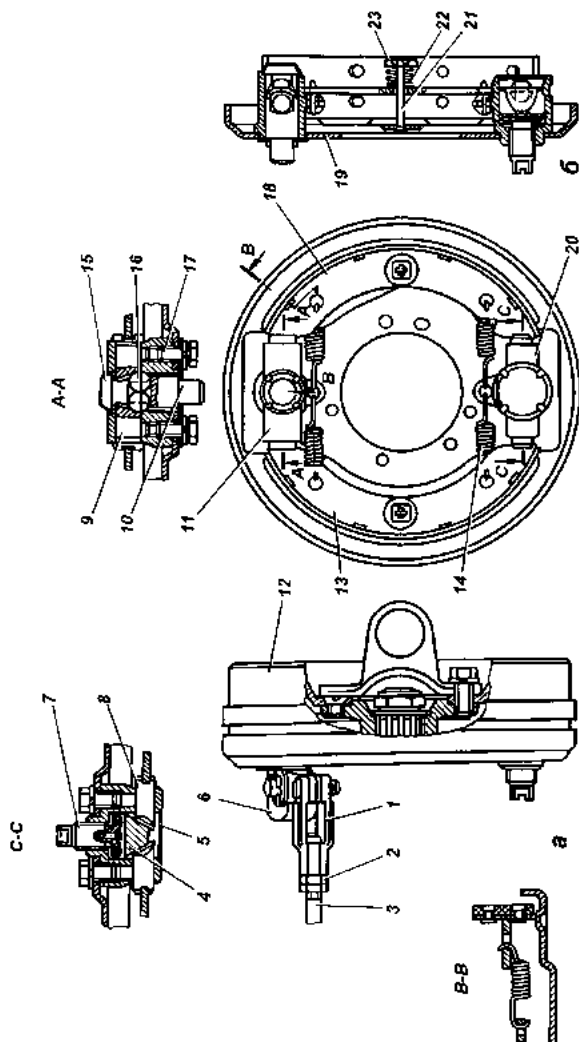

Рис. 9.33. Стояночный тормоз:
**Обслуживание стояночной тормозной системы** состоит в периодической проверке состояния тормоза (рис. 9.33) и его привода, регулировки хода рычага, надежности креплений, очистке от грязи, смазке деталей разжимного и регулировочного механизмов, а также в устранении возникающих неисправностей.